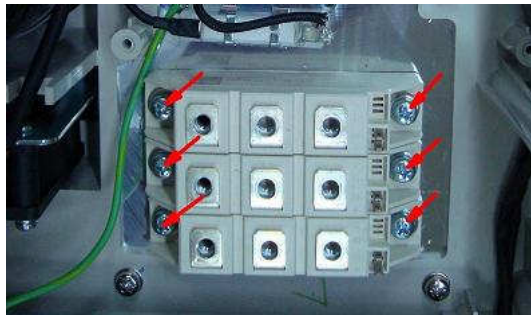

Рис.6.12
6.8.2. Выкрутить 6 винтов, снять диодно-тиристорные модули (рис.6.12). Положить винты и модули в тару.